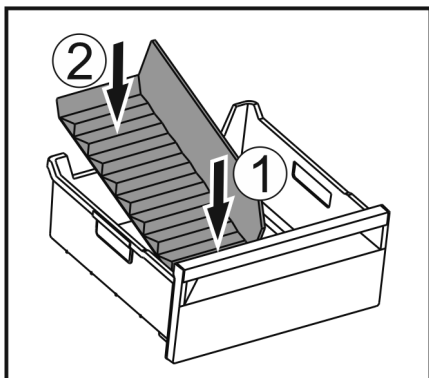

Fig. 148
- Inserire la parte anteriore del divisore dello scomparto del ghiaccio. Fig. 148 (1)
- Abbassare la parte posteriore del divisore dello scomparto del ghiaccio fino al fondo del cassetto. Fig. 148 (2)